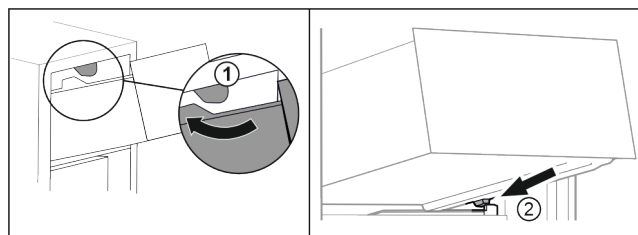

Fig. 15
- ▶ Guider le tiroir en contournant les butées supérieures Fig. 15 (1).
- ▶ Placer le tiroir, en l'inclinant, derrière les butées arrière sur la nervure de récipient Fig. 15 (2).